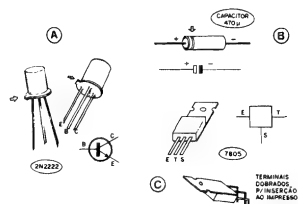

Fig.3
- FIG. 3 - "MASTIGANDO" ALGUNS COMPONENTES IMPORTANTES... - Normalmente, os componentes das montagens de A.P.E. já estão devidamente identificados, visualmente, ou no TABELAO A.P.E., ou no próprio "chapeado" da montagem... Mas quando algumas peças não muito "usuais" são empregadas nos circuitos, costumamos mostrá-las em detalhes, de aparência, pinagem, símbolo e outros quesitos... Nesse sentido, a figura mostra, no item 3-A, o transistor 2N2222 (usado, no TEDIG, como sensor de Temperatura...), enfatizando que existe, no componente, uma "orelhinha" na base do seu corpo metálico (indicada pelas setas...) a partir da qual podemos, facilmente, identificar a sequência dos nomes e funções dos seus terminais... Outro ponto a ser considerado: o capacitor eletrolítico empregado na montagem, deve ter seus terminais em disposição